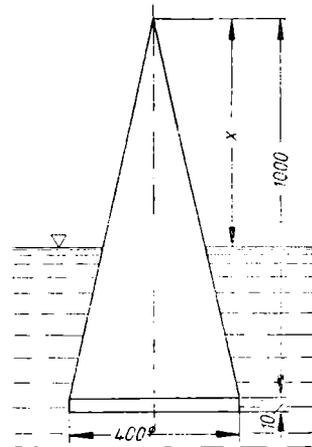

Bild 231
46. Ein Kegel von 400 mm Grundkreisdurchmesser und 1000 mm Höhe (Bild 231) aus Holz von der Dichte $0,6 \text{ kg/dm}^3$ trägt an seiner Grundfläche eine zylindrische Blechscheibe von 10 mm Dicke aus Flußstahl von der Dichte $7,85 \text{ kg/dm}^3$. Gesucht wird a) das Gesamtgewicht des Körpers; b) die Höhe x , um die der schwimmende Körper aus dem Wasser herausragt.